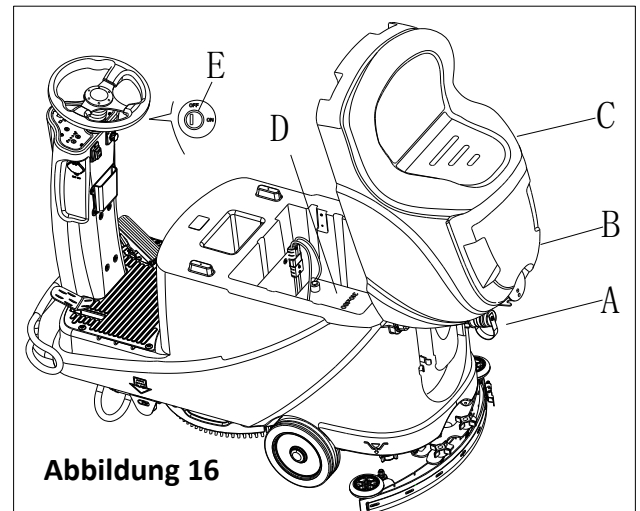

Abbildung 16
1. Öffnen Sie die Abdeckung des Schmutzwassertanks (B, Abbildung 16), um zu prüfen, ob der Schmutzwassertank (C) leer ist, oder leeren Sie den Schmutzwassertank durch den Ablaufschlauch (A).
- Prüfen Sie den Elektrolytstand der Batterien (D), falls notwendig, öffnen Sie den Deckel, um Elektrolyt aufzufüllen, danach wieder abdecken.